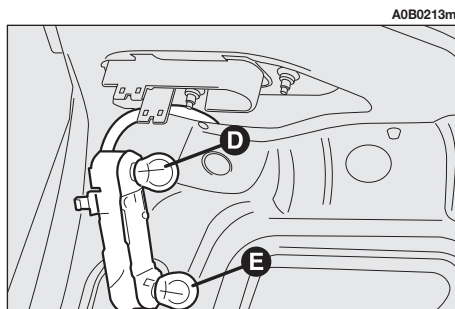

fig. 42
– Rimuovere e sostituire la lampada interressata (di tipo sferico con innesto a baionetta) spingendola leggermente e ruotandola in senso antiorario (**fig. 42**):